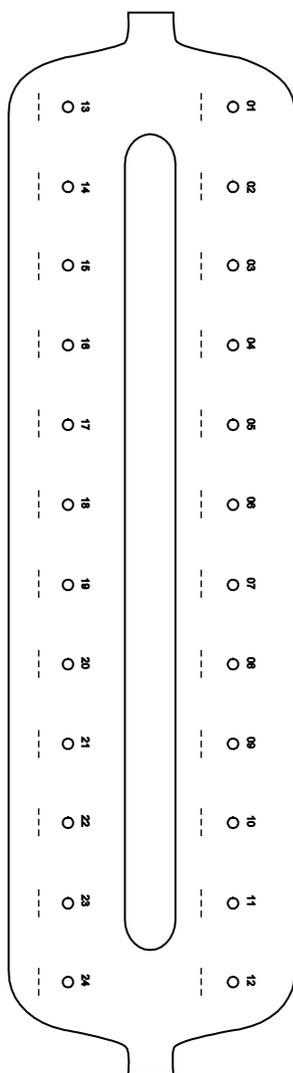

Figure 4. Schéma pour le marquage des tubes de lyse (LT), des tubes d'éluion (ET) et des colonnes QIAamp MinElute utilisés sur le système QIAvac 24 Plus.
Nous recommandons d'étiqueter les tubes de lyse (LT), les tubes d'élution (ET) et les colonnes QIAamp MinElute destinés à l'utilisation sur le système à vide QIAvac 24 Plus conformément au schéma présenté en Figure 4 pour éviter toute confusion entre les échantillons. Cette image peut être photocopiée afin d'y noter le nom des échantillons.